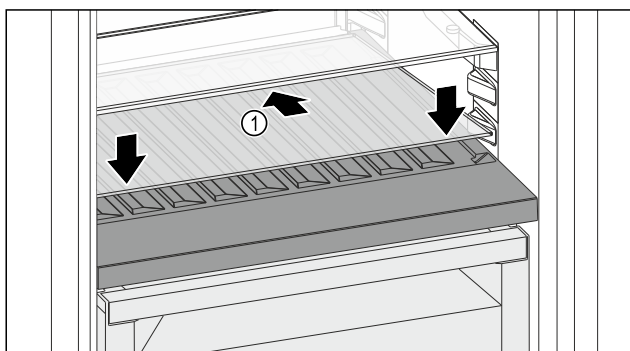

Fig. 91
- ▶ 向后下方倾斜放置玻璃隔板 Fig. 91 (1)。
- ▶ 放低玻璃隔板 Fig. 91 (1) 前部。